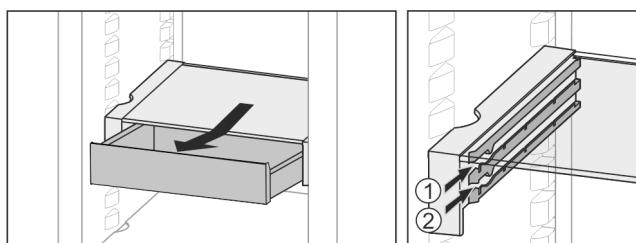

Fig. 35
- Вкарайте го на височина по избор Fig. 35 (1) или Fig. 35 (2).